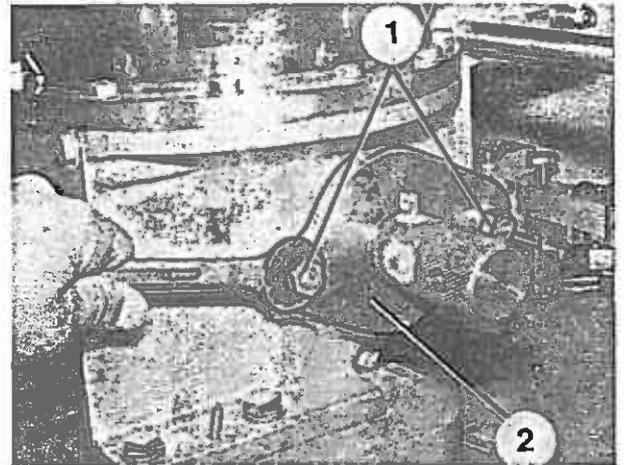

Bild 117
9. Sechskantmuttern (Bild 117/1) lösen, Lagerdeckel (Bild 117/2) verdrehen und vom Dosiergehäuse abziehen.